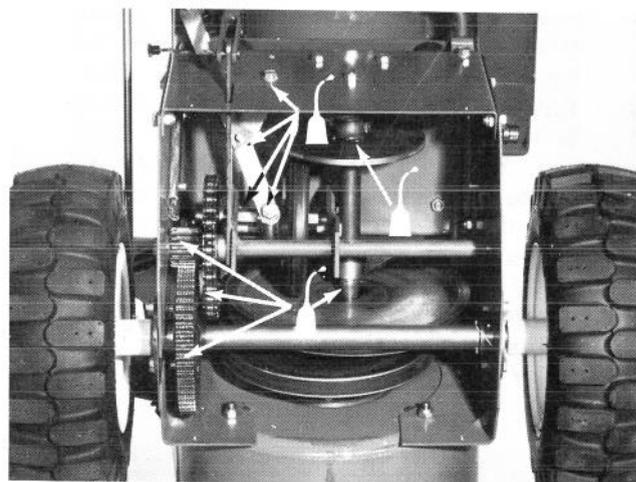

Figure 28
2. D'abord, vidangez le réservoir d'essence. Deuxièmement, basculez la déneigeuse sur son logement de tarière et bloquez-la pour qu'elle ne tombe pas. Enlevez ensuite les quatre vis taraudeuses qui retiennent la plaque de protection arrière en place et enlevez la plaque du bloc de traction. Lubrifiez alors légèrement la chaîne et les roulements des pignons de transmission, les anneaux de nylon et l'arbre hexagonal et les autres points de pivotement avec de l'huile SAE 10W40 (Fig. 28). Essuyez tout excès d'huile. Enfin, remettez en place la plaque de protection arrière à l'aide des quatre vis taraudeuses.